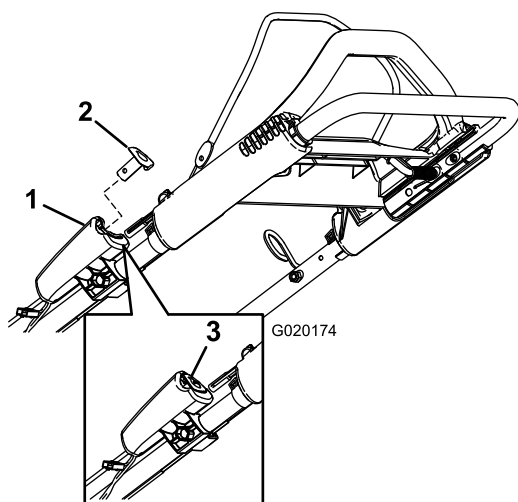

Figura 18
2. Pulse el botón de arranque eléctrico hasta que arranque el motor (Figura 18).
**Nota:** Si se ha retirado el botón de arranque eléctrico, introdúzcalo en el arrancador eléctrico; consulte Figura 18.